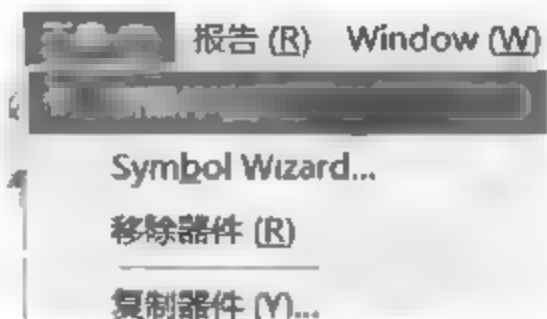

图 3-15 新建器件
(1) 执行菜单栏中“工具”→“新器件”命令,或者按快捷键 T+C 新建一个器件,如图 3-15 所示。
(2) 为新建的原理图符号命名。